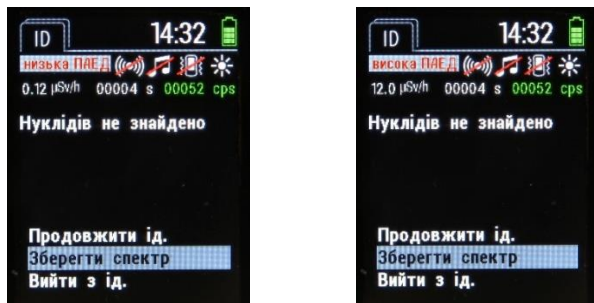

Рисунок 10 – Відображення низької або високої ПАЕД
Увага! Перед запуском процесу ідентифікації потрібно переконатися що ПАЕД гамма випромінення від радіонукліду що досліджується є більшою за 0.3 мкЗв/год, в іншому випадку процес ідентифікації не розпочнеться. Також потрібно стежити щоб у процесі ідентифікації ПАЕД гамма випромінення була в діапазоні від 0,3 мкЗв/год до 10 мкЗв/год, оскільки інакше процес ідентифікації автоматично завершиться, а в рядку стану відобразатиметься напис “низька або висока ПАЕД” (рис. 10).
- вихід з режиму експерта до вікна ідентифікації (рис. 10).